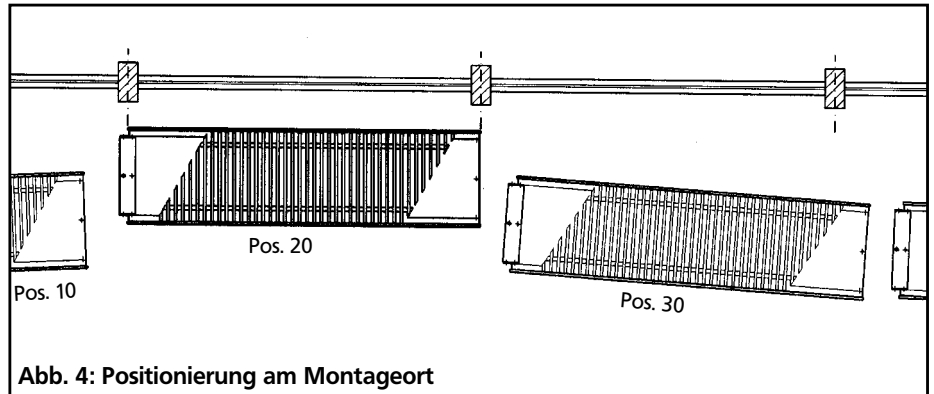

Abb. 4: Positionierung am Montageort
- Bringen Sie die gelieferten Einzelkanäle an den jeweils vorgesehenen Montageort (lt. Aufmaß), üblicherweise an der Fassade des Gebäudes (Abb. 4).